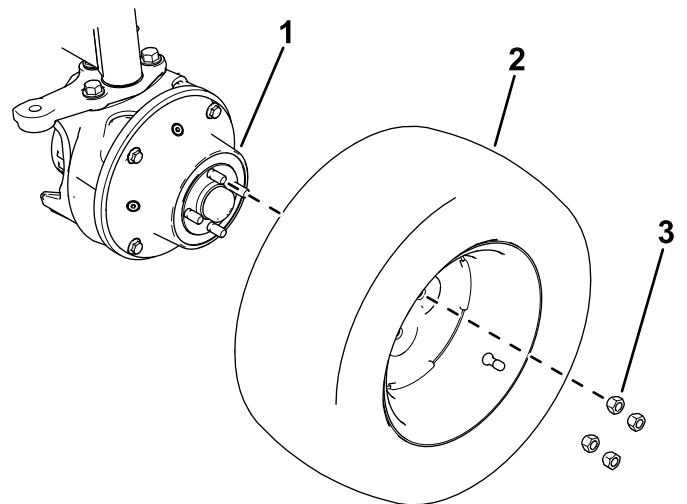

Figura 3
1. Utilice 8 tuercas ($\frac{3}{4}$ ") para sujetar las ruedas a las cajas de engranajes (Figura 3).